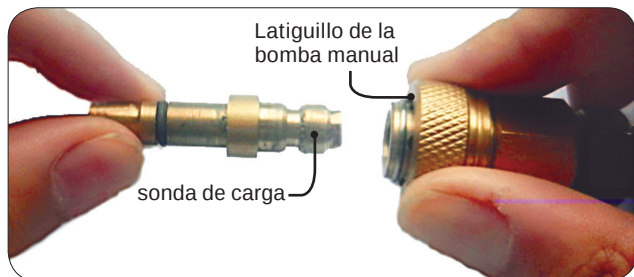
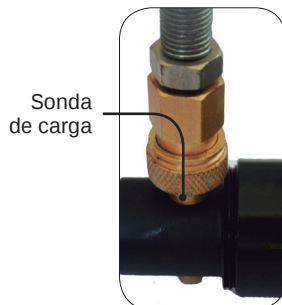

Imagen 3
Imagen 4
7. Conecte la sonda de carga al adaptador Foster de su latiguillo tal y como se muestra en la imagen 3 y compruebe que están firmemente unidos. Inserte la sonda en el depósito de su carabina como indica la imagen 4 (verifique que estos componentes están completamente limpios antes de su unión)